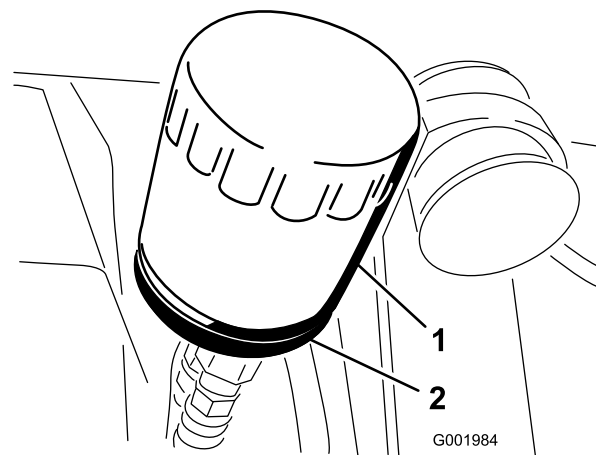

Figura 49
2. Togliete il filtro dell'olio (Figura 49).
Girate il filtro in senso orario finché la guarnizione di gomma non tocca l'adattatore, quindi serrate il filtro di un altro mezzo giro (Figura 49).